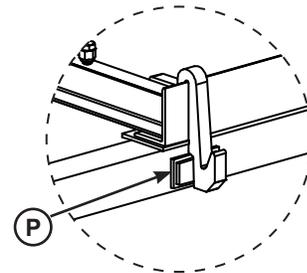

Figura 9
14. Permita que la plataforma y el labio floten fuera de los retenes de labios, y calce debajo de la parte delantera del bastidor según sea necesario para nivelar la parte superior de la plataforma con el piso del muelle. Agregue calzas detrás de los retenes de labio según sea necesario. Consulte la Figura 9 en la página 14.
15. Suelde la parte delantera del bastidor del nivelador de muelle (B) a las calzas colocadas debajo de los retenes, a continuación, suelde las calzas al acero del bordillo delantero de la fosa.